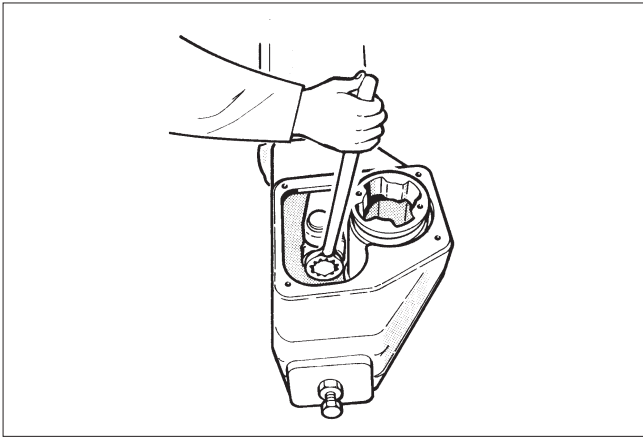

Fig. 10 Ouverture de la vis de fixation du palier de l'actionneur
- Enlever la vis de butée latérale de l'extrémité du cylindre (26).
- Enlever le chapeau du cylindre (44).
- Enlever le capot-sécurité du carter (2).
- Dévisser la vis de palier (29) et les vis de fixation du cylindre (31) du côté de la base du cylindre (6) (cf. Figure 10). Si le piston tourne, ne PAS empêcher la rotation avec l'écrou de fixation du piston. Il faudra alors expédier l'actionneur tel quel au fabricant pour réparation.
- Ouvrir le palier (5) et la vis de fixation (29). Cf. Figure 10.